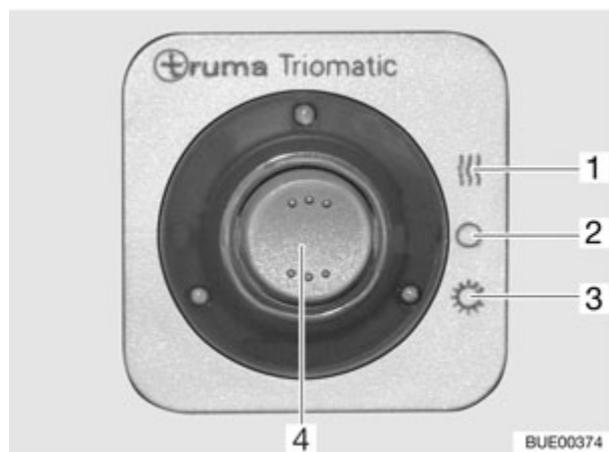

Fig. 110 Affichage à distance
L'affichage à distance (Fig. 110) signale à l'intérieur du véhicule quelle bouteille de service est utilisée.
■ Régler le mode de fonctionnement à l'aide du commutateur à bascule (Fig. 110,4).
- Régime hiver "Marche et chauffage" (Fig. 110,1)
- Arrêt (Fig. 110,2)
- Régime été "Marche"(Fig. 110,3)